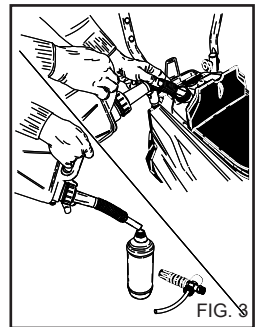

FIG. 8
Nach Benutzung eines Reinigungsmittels muß der Absaugzyklus mit sauberem Wasser nachgespült werden. (fig. 8).
- 1) Nach einem Waschvorgang mit Reinigungsmittel den Absaugzyklus nachspülen; das Absaugrohr (Fig.8) in einen Kanister mit sauberem Wasser stecken und die Pumpe bei völlig geöffnetem Dosierungshahn und bei Lanze in Reinigungsmittel-Abgabeposition eine Minute lang laufen lassen.